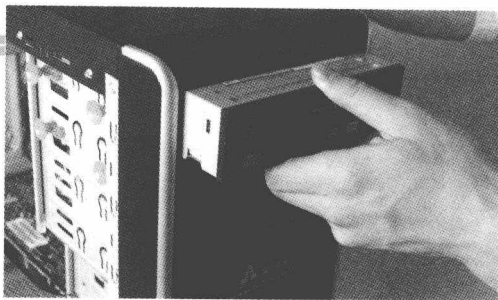

图 1-3
② 从包装盒中取出刻录机，将其由外至内缓慢放入空闲的 5 英寸槽位置，如图 1-3 所示。